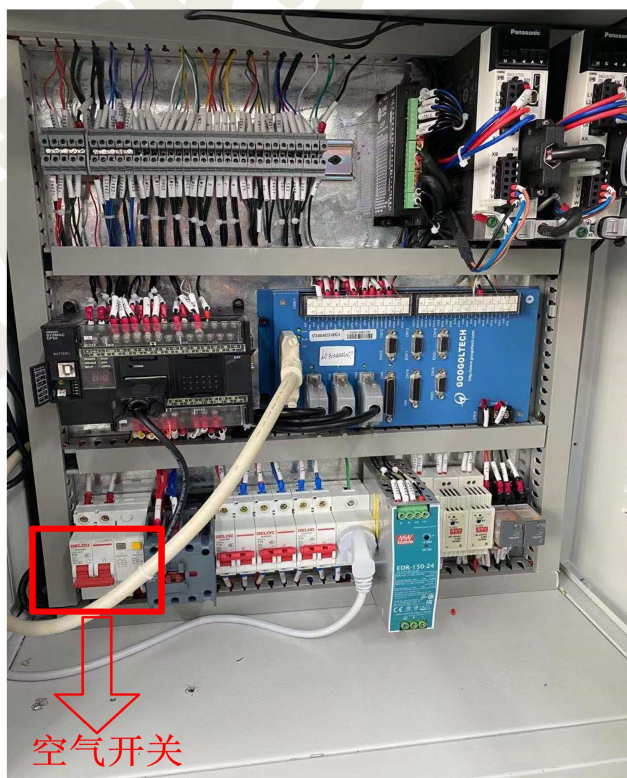

图 1-2 电控柜
打开机器视觉实验运动平台下方电气柜窗口，总空气开关如图 1-2 的位置，向上推动，电脑进入开机状态。待电脑开机之后，将遥控手柄的急停开关向右旋转，开关抬起，并按下绿色按钮，给设备上电，如图 1-3 所示。
- ① 给机器视觉实验平台上电，打开工控机，参见图 1-2、1-3。